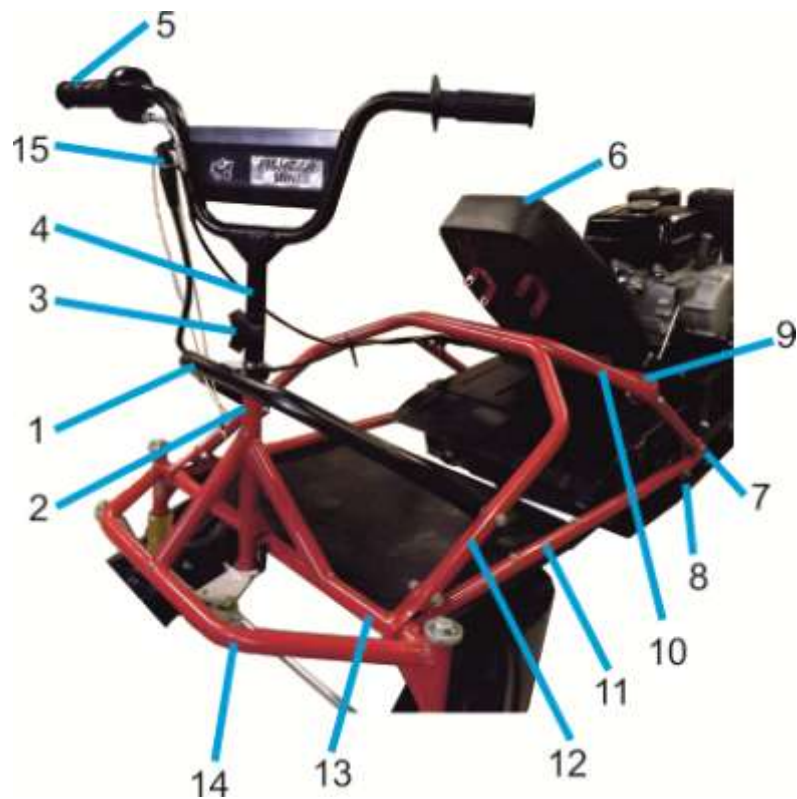

Рис. 6. Рама с сиденьем и рулевой узел
- опустить переднюю дугу рамы 12 (рис. 6) до соприкосновения с лонжеронами рамы 11 (рис. 6), вставить штифты лонжеронов рамы в посадочные отверстия поперечины рулевого узла 13 (рис. 6);
Далее сборку производить по рис. 6: